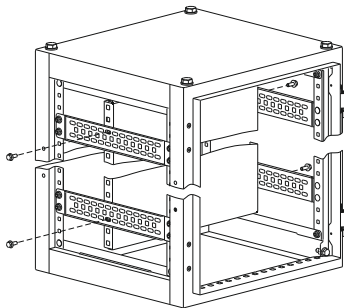

Рисунок 18
13.3 Установите панель монтажную между рейками боковыми и закрепите болтами М6х16 (рисунок 18). Момент затяжки 5 Н·м.